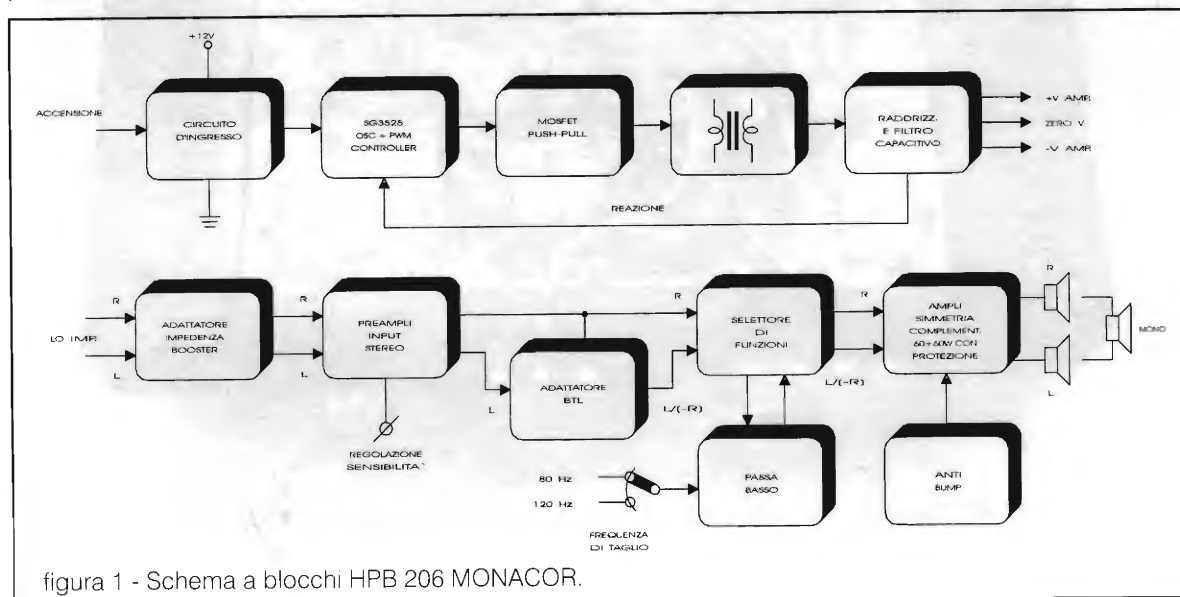

figura 1 - Schema a blocchi HPB 206 MONACOR.
- Relativamente a questa sezione (figura 1),